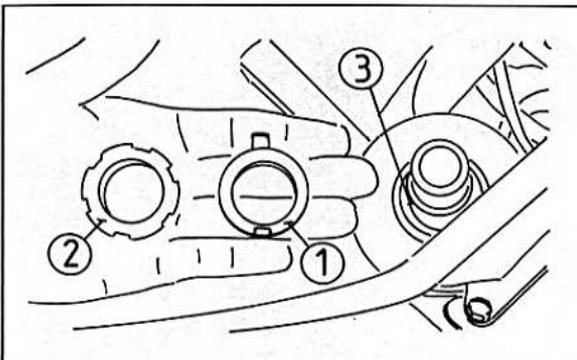

Bild 357
- Die obere Nutmutter lösen (Bild 357).